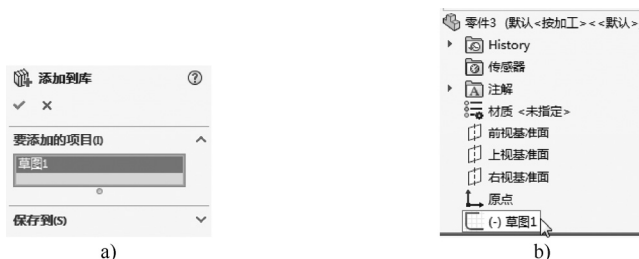

图 9-25 选择要添加到库的草图轮廓
STEP 3 在打开的“添加到库”属性管理器中，选择新绘制的草图轮廓作为“要添加的项目”，如图 9-25 所示。